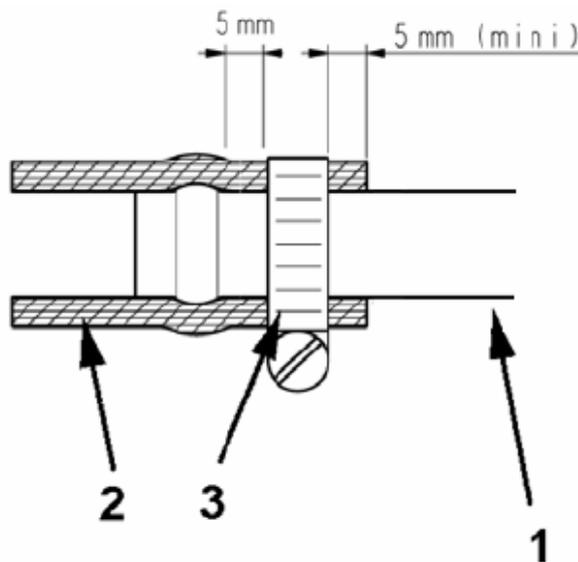

Bild 4/ Figure 4
- Die Schläuche und Schellen ausrichten. Siehe Bild 4.
- *Position hoses and clamps. See Figure 4.